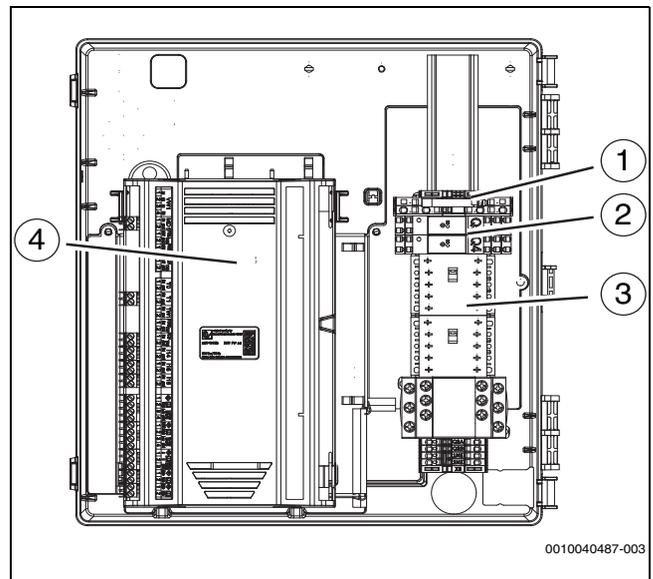

Bild 32 Anordnung der Komponenten im Klemmenkasten
- Anschlusskabel über die Kabelverschraubungen auf der Rückseite durch die Wellschläuche führen. Eine Verlängerungsschnur verwenden. Die richtige Reihenfolge der Schläuche ist Abbildung 32 zu entnehmen.
- Kabel mit Kabelbindern an den Befestigungspunkten befestigen (→Abbildung 32 [7] und [9]). Darauf achten, die Kabel nicht über Kreuz zu verlegen.